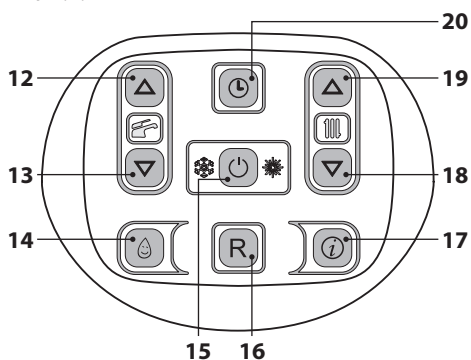

Figura 2.7
- Tenere premuto per 2 secondi il tasto 15 fino a far apparire sul display il simbolo . Figura 2.7.
La temperatura dell'acqua calda di mandata riscaldamento è regolabile agendo sui tasti 18 (diminuzione) e 19 (aumento) (Figura 2.7) da un minimo di circa 25°C ad un massimo di circa 85°C. Alla prima pressione di uno dei due
Comunque se la temperatura ambiente non dovesse essere confortevole si può aumentare o diminuire la temperatura di mandata dell'impianto riscaldamento di $\pm 15^\circ\text{C}$ agendo sui tasti 18 (diminuzione) e 19 (aumento) (Figura 2.7).